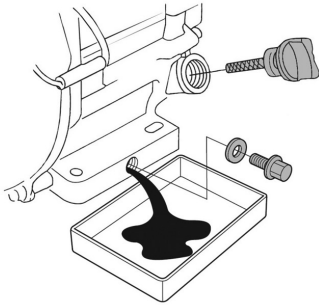

Рис. 19. Замена масла в двигателе
4. Очистите от загрязнений зону вокруг маслосливной горловины. Извлеките крышку-щуп из маслосливной горловины (Рис. 19) и протрите щуп чистой ветошью.
(1) Сервисное обслуживание должно осуществляться более часто, при работе в пыльных условиях.
(2) Эти работы должны выполняться в авторизованном сервисном центре CHAMPION.
5. Открутите пробку для слива масла и слейте отработанное масло в подготовленную для этого емкость (Рис. 19).